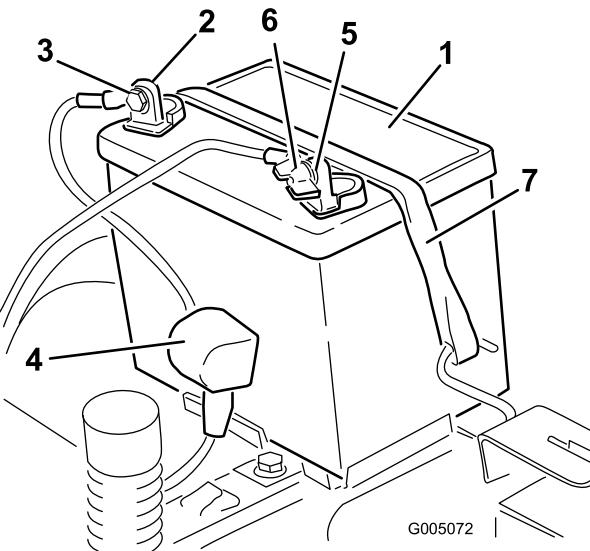

Figura 44
6. Desligue o cabo positivo (vermelho) do pólo da bateria (Figura 44).
7. Retire o suporte da bateria (Figura 44) e levante a bateria para a retirar da respectiva plataforma.
4. Desligue o cabo negativo (preto) do pólo da bateria (Figura 44).
1. Posicione da bateria no tabuleiro (Figura 44).
5. Prenda a bateria ao suporte (Figura 44).